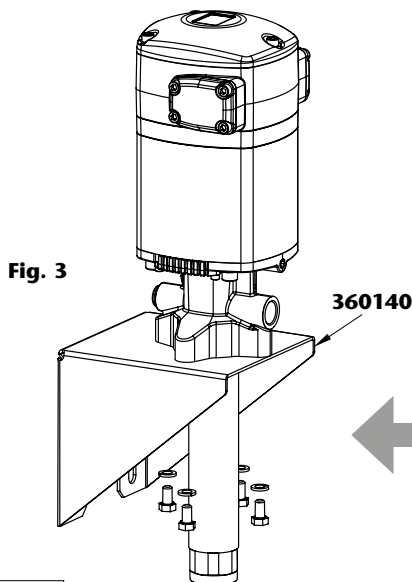

Fig. 3
- Montage mural et fixation par bride avec vis. Insérez la pompe à travers le support mural 360140 et la fixer avec 4 vis M8 (fig. 3).